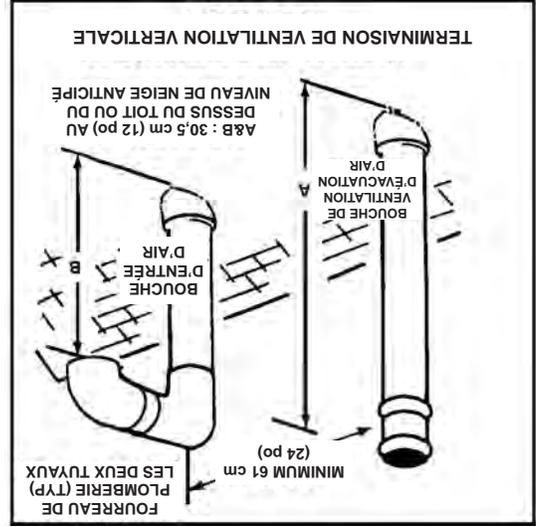
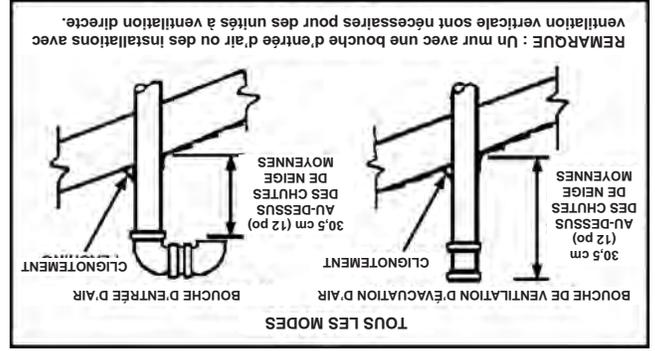

Figure 18
Figure 19
4. Prévoir au moins 61 cm (24 po) entre l'axe central de la terminaison d'entrée d'air et entre l'axe central de la terminaison d'évacuation d'air. Voir Figure 18 et Figure 19.